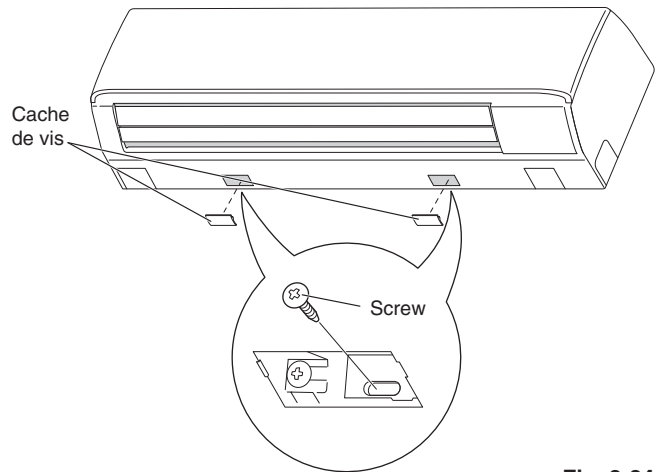

Fig. 3-34
- (1) Déposer le cache de vis sur la face inférieure. (Fig. 3-34)
- (2) Fixer le châssis au panneau arrière en utilisant les 2 vis à tête de 4 x 10 mm. (Fig. 3-34)